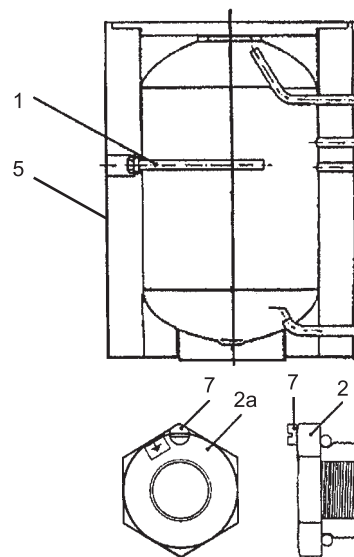
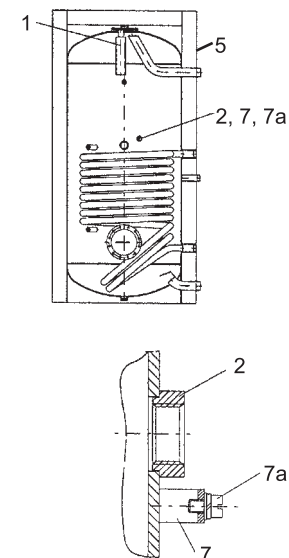

рис.1 Водонагреватель с магниевым анодом сбоку
рис.2 Водонагреватель с магниевым анодом сверху и специально предусмотренным штуцером для анода с внешним питанием сбоку
1. Отключить водонагреватель от электропитания, перекрыть подающий трубопровод холодной воды. Слить воду из водонагревательной емкости до уровня ниже магниевых анода (поз.1). В зависимости от модели водонагревателя, анод расположен сбоку (рис. 1) или сверху (рис. 2).